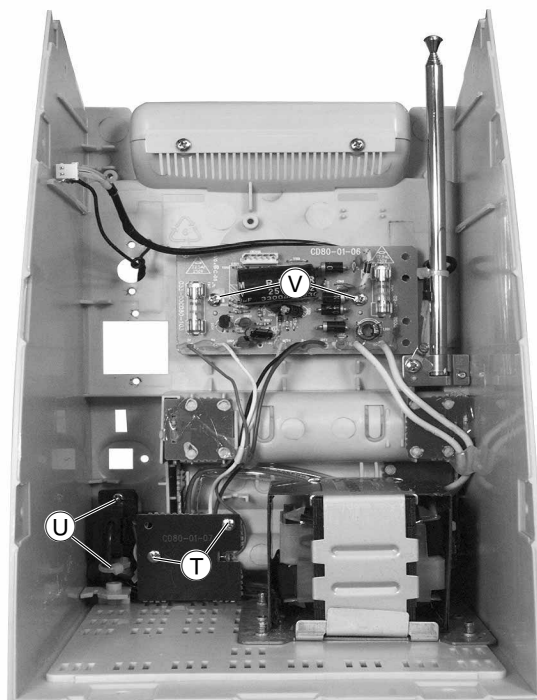

Fig. 17
- 2 Schrauben **T** (Fig. 17) heraus-schrauben.
- 2 Schrauben **U** (Fig. 17) heraus-schrauben und Netzbuchse heraus-nehmen.
- 2 Schrauben **V** (Fig. 17) heraus-schrauben.
- Undo 2 screws **T** (Fig. 17).
- Undo 2 screws **U** (Fig. 17) and remove the mains socket.
- Undo 2 screws **V** (Fig. 17).